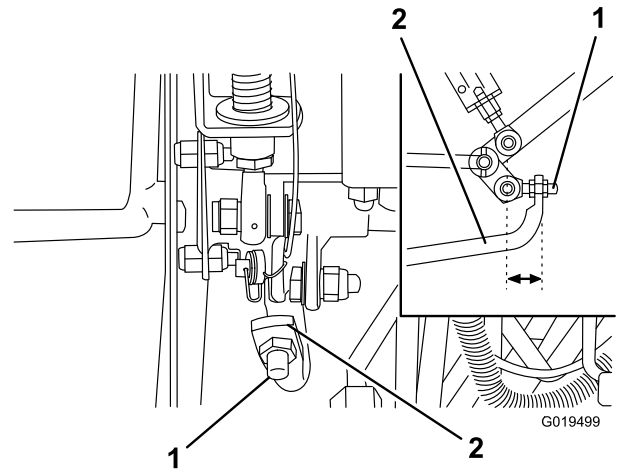

Bild 72
4. Stellen Sie die Bundmutter am Pumpenstangenende ein, um die Pumpensteuerungsstange nach vorne zu verschieben, um ein Verschieben nach vorne zu vermeiden, oder um die Pumpensteuerungsstange nach hinten zu verschieben, um ein Verschieben nach hinten zu vermeiden (Bild 72).